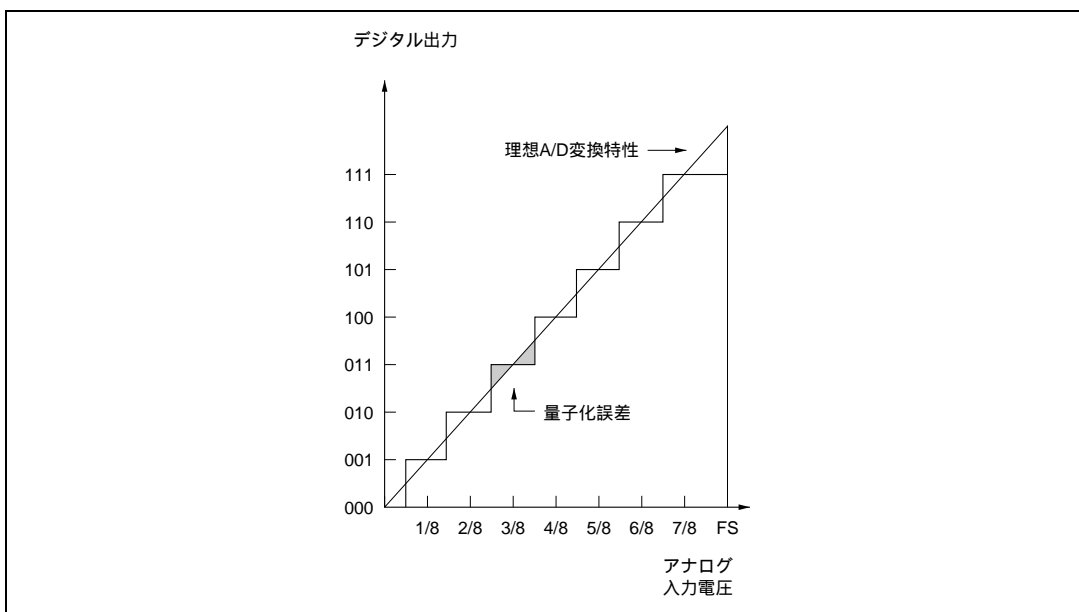

図 15.9 A/D 変換精度の定義 (1)
- 量子化誤差 : A/D 変換器が本質的に有する偏差であり、 $1 / 2\text{LSB}$ で与えられる (図 15.9)